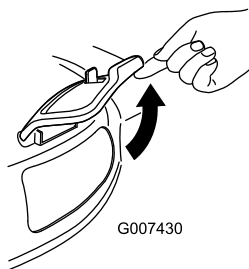

Рисунок 32
2. Поднимите крышку бокового выпускного отверстия, чтобы открыть ее (Рисунок 32).